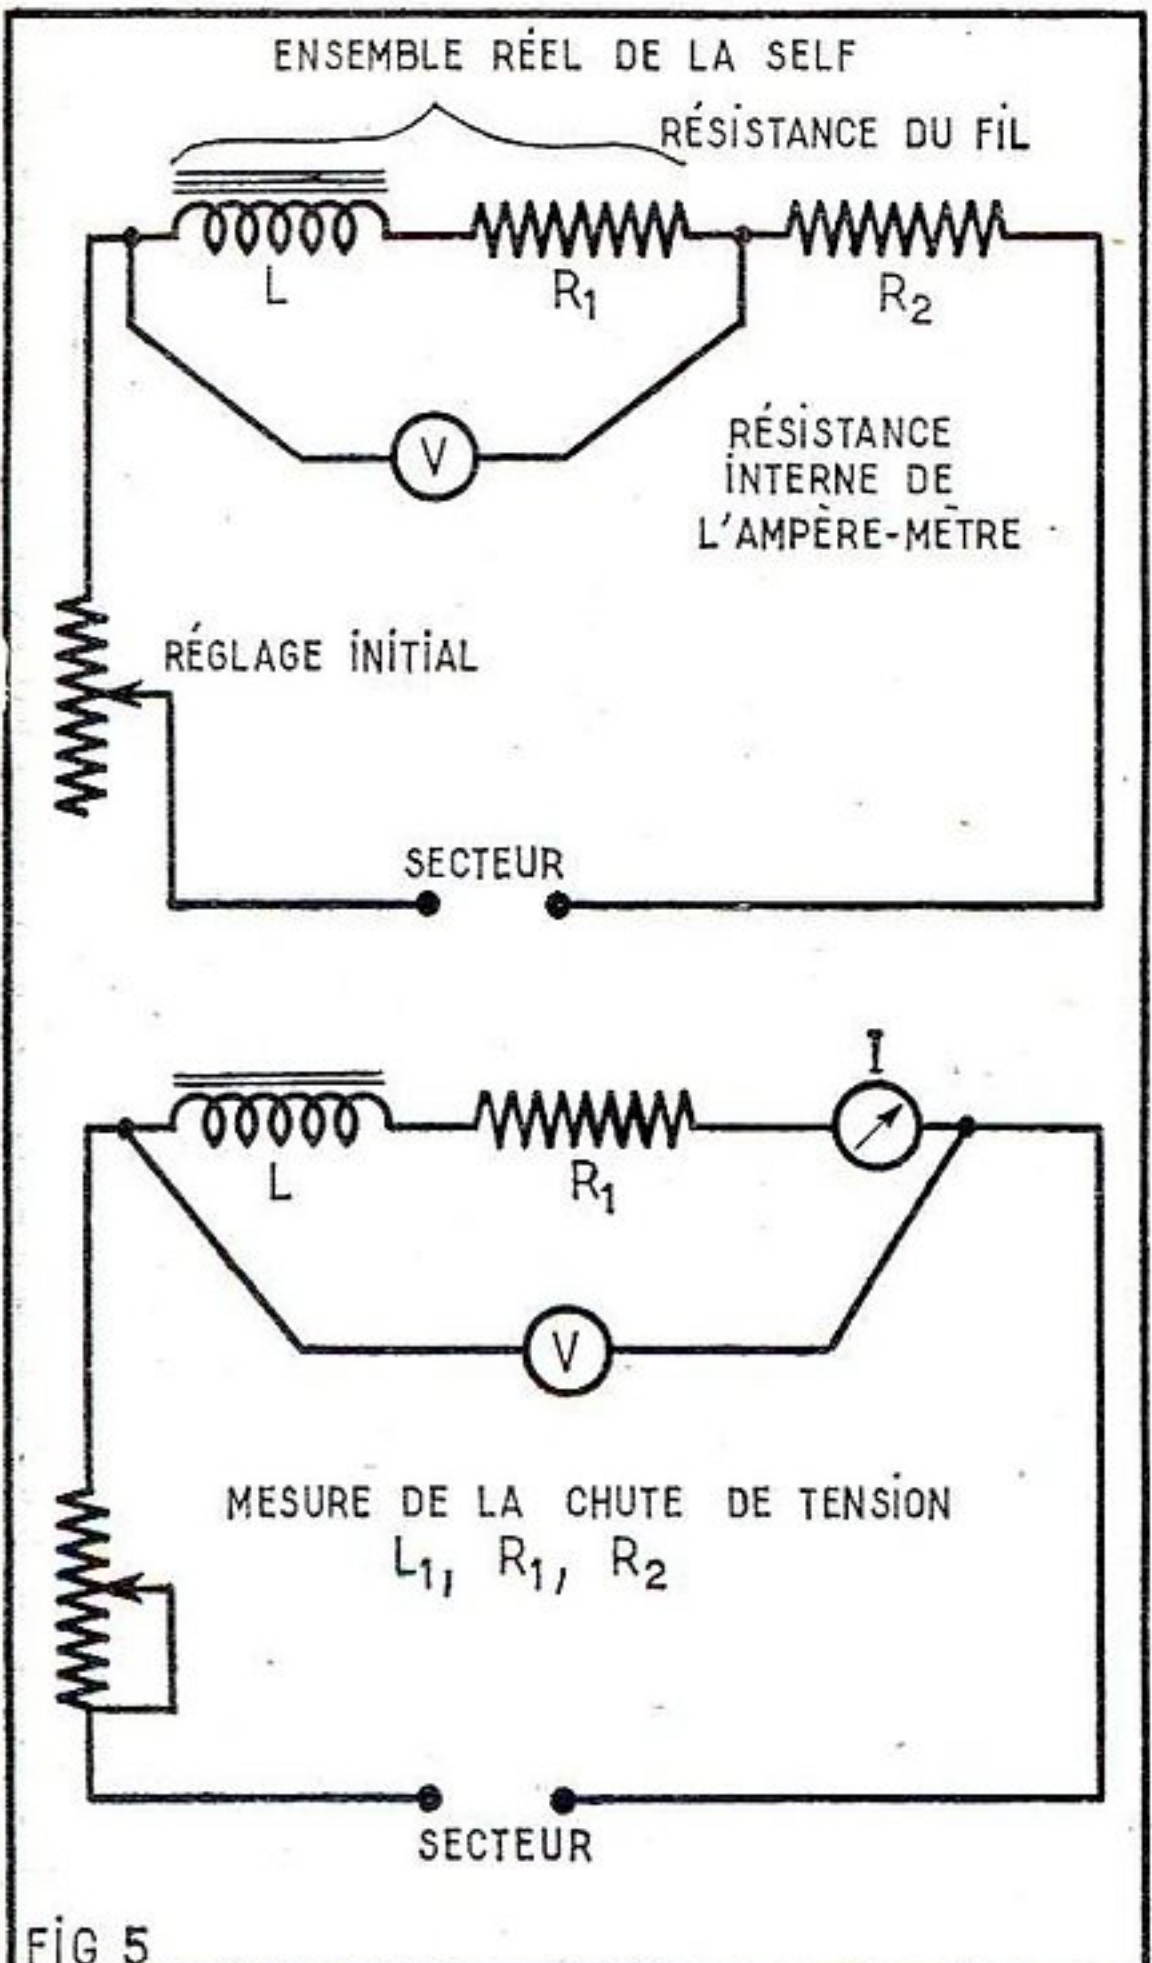
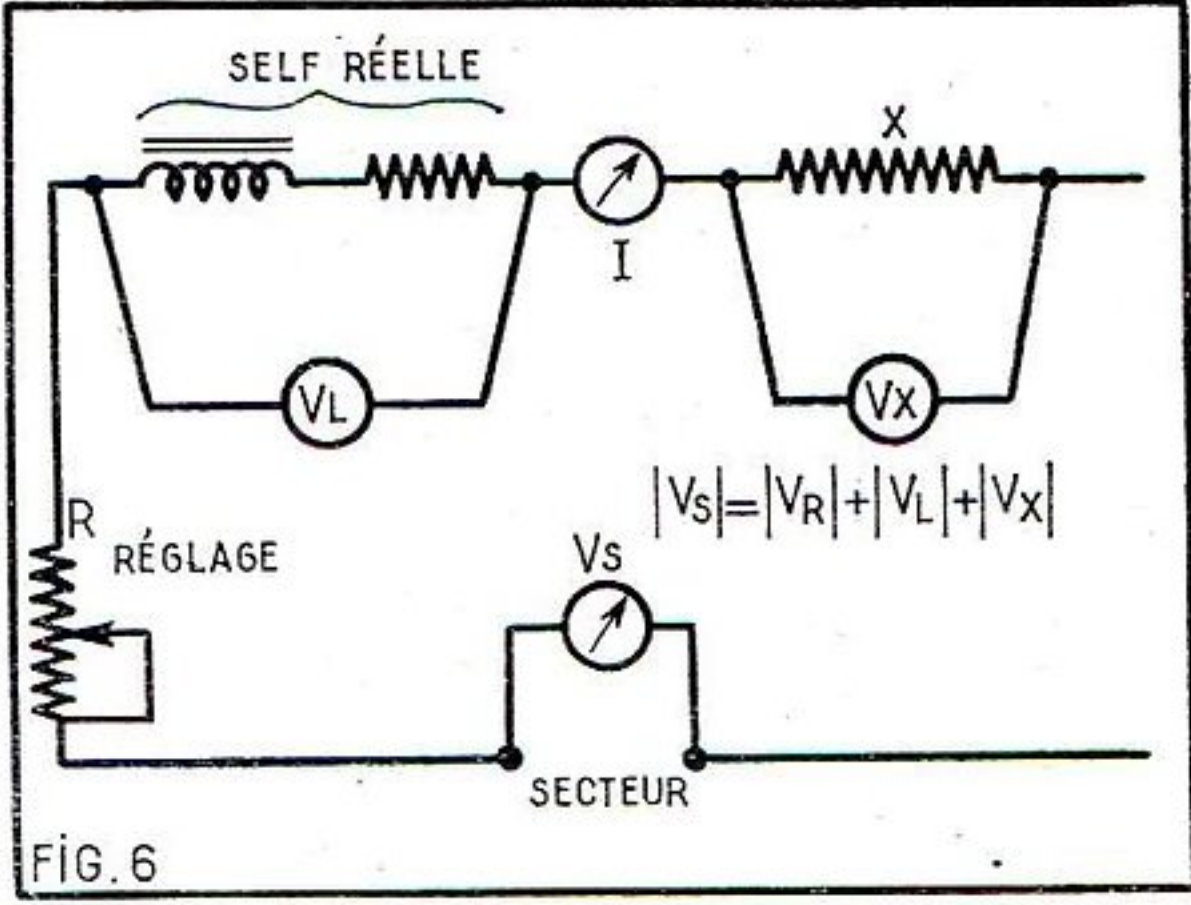

FIG 5
FIG. 6
L'impédance du haut-parleur devra être égale à celle de la prise dans laquelle il sera branché. En général 2,5 Ω si la prise est à basse impédance et 5 000 ou 7 000 Ω si la prise est à haute impédance. On se reportera aux schémas de câblage fig. 6 ou fig. 7 selon les besoins.
(M) disposés en « patte d'oie » (figure 5). Ces fils ne gênent pas les vibrations longitudinales mais s'opposent aux vibrations transversales. On les nouera sur des pitons à bois fixés sur le dessus et le dessous du meuble.
Nous l'avons dit tout amplificateur peut servir à ce montage ; cependant nous avons opté pour un amplificateur à transistors (P). Et vous avez intérêt à le faire si le poste que vous reverberé est à tubes car dans ce cas notre chambre de réverbération pourra fonctionner sans piles et sans prise de courant ! Avouez que le procédé est intéressant ! Elle se mettra seule en service quelques secondes après la mise en marche de l'appareil sur lequel elle est branchée. Bien sûr pour alimenter l'amplificateur il nous faut une tension de 7 à 9 volts continu pouvant nous fournir quelques 10 mA. C'est précisément la tension de polarisation de la lampe finale de tous les amplis à tubes (et de l'orgue électronique du C.S.D. n° 38) nous nous sommes donc servis de cette tension pour alimenter la chambre de réverbération. C'est donc bien une source gratuite (voir figure 6). Rien ne s'oppose évidemment à alimenter l'amplificateur avec une pile de 9 volts mais, dans ce cas, il faut nécessairement un interrupteur séparé pour la mise en route de la chambre de réverbération. Autrement, cet interrupteur est facultatif.
Nous avons utilisé l'amplificateur fig 6. Nous le répétons, toute partie P.U. d'un poste de radio à tubes ou à transistors peut servir à cette réalisation. On aura intérêt à récupérer la partie basse-fréquence d'un poste à transistors hors d'usage que l'on trouve à acheter pour presque rien (ou d'acheter un module tout prêt). La partie basse-fréquence d'un poste à transistors est souvent en bon état, en tous cas facilement dépannable. L'ampli à transistors est placé à l'intérieur de la chambre (fig. 5 repère P) mais son haut-parleur est placé à l'extérieur soit dans l'appareil à réverbérer soit sous forme d'un haut-parleur transportable. Nous avons adjoint à l'entrée de l'amplificateur un système de tonalité (T) qui change le timbre de la réverbération. Il va de la réverbération claire à la réverbération grave et sourde. Un autre bouton (U) règle la puissance de l'amplificateur.
Ainsi, il se pourrait fort bien que la résistance — pratiquement inévitable — présentée par le fil même qui a servi à la confection de la bobine et que l'on place, comme le confirment les calculs, en série (fig. 4) avec une self réputée alors pure, que cette résistance donc soit du même ordre de grandeur que la résistance interne de l'appareil de mesure ; comme la première de ces résistances n'est nullement séparable de la bobine elle-même, il serait bon de vérifier les résultats déjà acquis par une sorte de contre-mesure en plaçant le voltmètre (fig. 5), d'abord, directement aux bornes de la self, et ensuite aux bornes de l'en-
L'emploi de quatre appareils (fig. 6) de mesure, enfin, peut effectivement augmenter la précision, en introduisant un